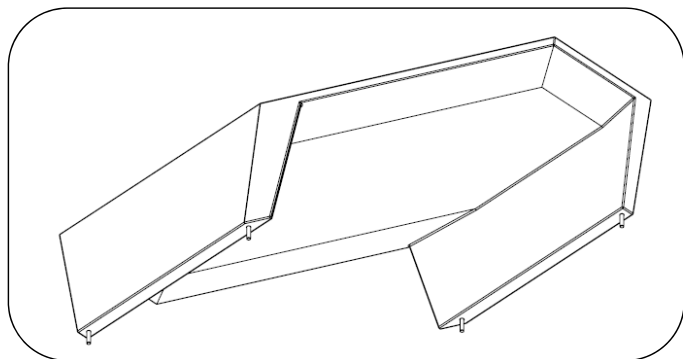

Fig. 1
2. Instale quatro hastes roscadas, ver Fig.1.